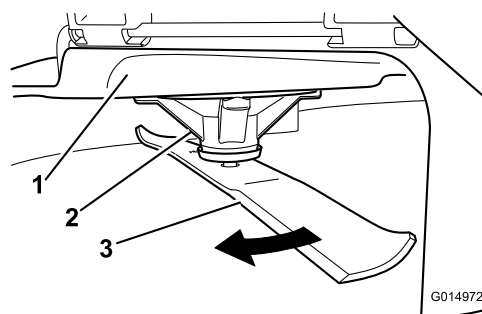

Figure 58
2. Enfilez des gants épais ou utilisez une autre protection adéquate pour les mains, et faites tourner la lame lentement jusqu'à une position permettant de mesurer correctement la distance entre le tranchant et la surface plane sur laquelle se trouve la machine (Figure 58).